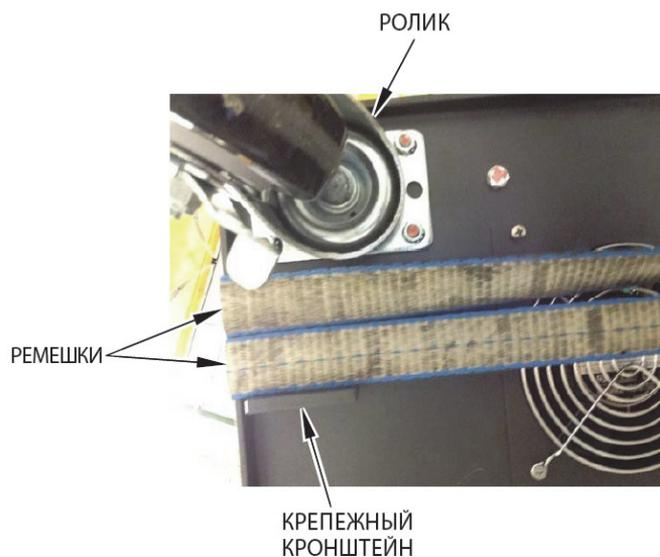

Рисунок 1-2 Положение ремней
- a. Убедитесь, что ремни расположены между колесиками и крепежными кронштейнами под основанием контроллера. См. Рисунок 1-2.